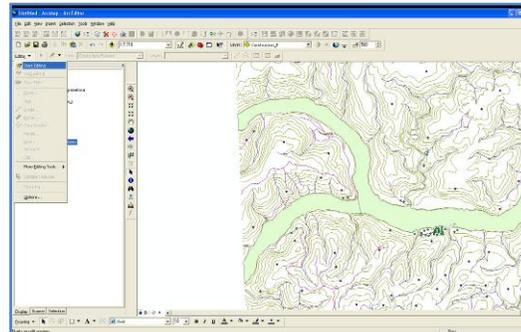

Figura 43. Inicio edición Geodatabase
1. Inicie sesión de edición de la geodatabase en ArcMap. (Ver Figura 43).